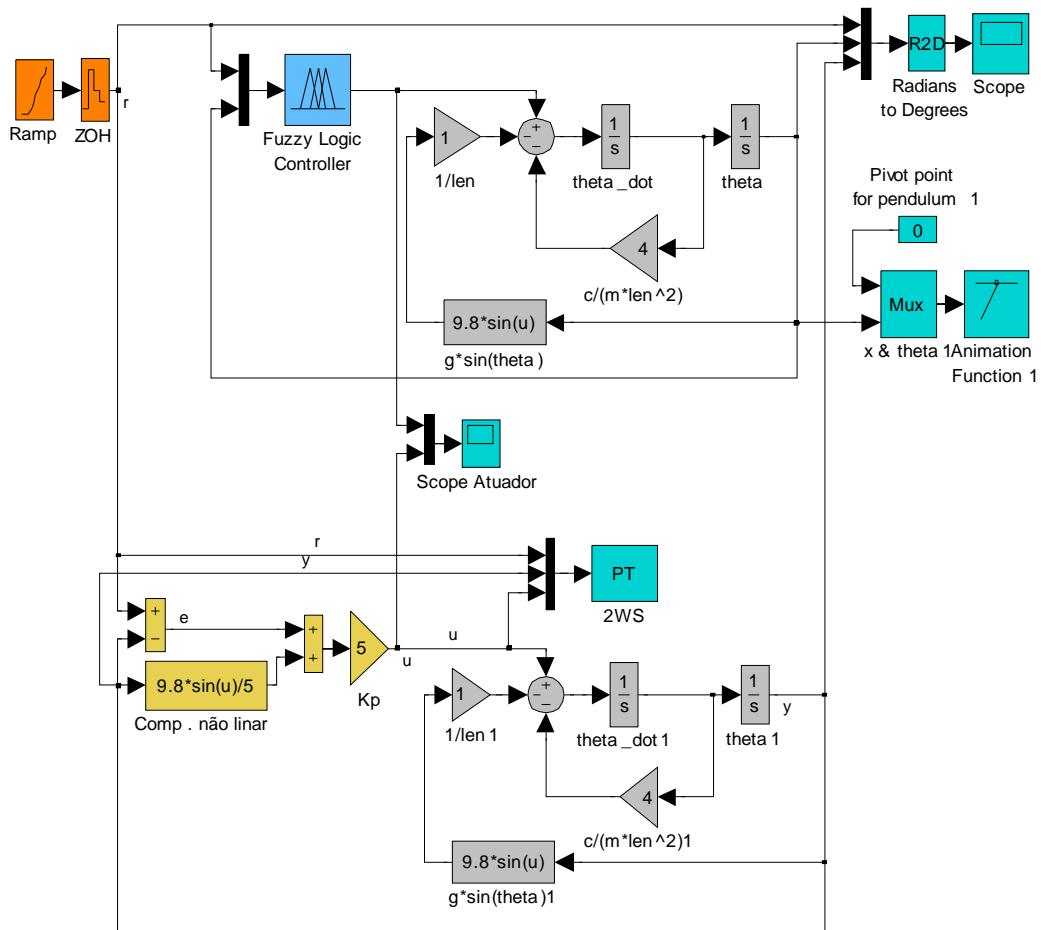

Figura 3 – Simulação do controlador Fuzzy e arranjo que implementa a linearização exata do pêndulo.
O controlador fuzzy (ver figura 3) apresenta resultados uniformes ao longo de toda a faixa de operação.
1. Criar um conjunto de treinamento, teste e validação para o pêndulo (figura 3).
Para tanto editar a simulação da figura 3 para capturar os valores de (r , y , u).